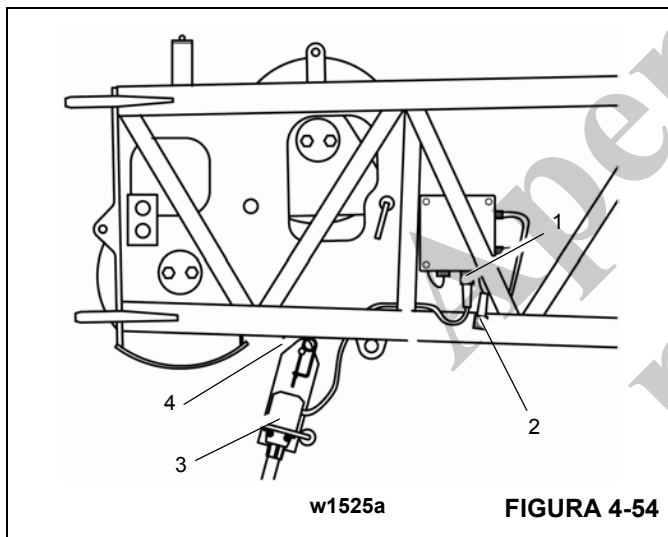

FIGURA 4-54
- Insira o plugue de curto-circuito (1) no soquete para a conexão do fim de curso de elevação (Figura 4-54).
### Na extensão da lança articulada de 33 pés (10,1m) (Figura 4-54)